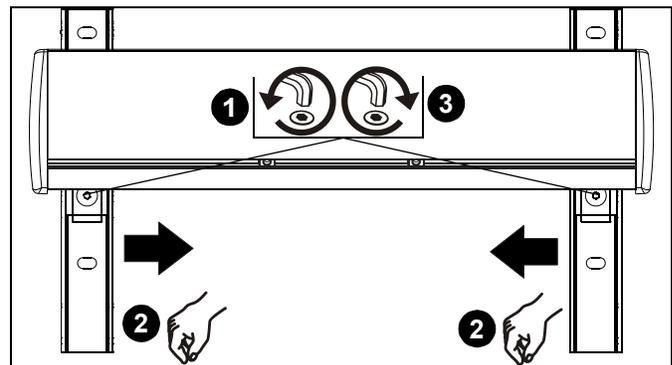

Figure 2
**IMPORTANT!** : Le support mural de projecteur (U) est positionné par défaut pour des montants espacés de 24 po. Vous pouvez l'ajuster pour l'utiliser sur des murs avec montants espacés de 16 po au centre.
1. Desserrez les deux vis à tête plate du support mural de projecteur (U). (Voir figure 2)
2. Faites glisser le support mural tout droit de façon à le faire correspondre à la largeur des montants. (Voir figure 2)
3. Serrez les deux vis à tête plate du support mural (U). (Voir figure 2)